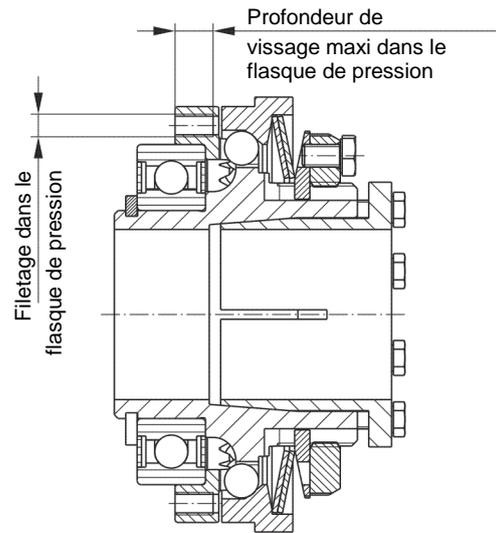

Fig. 3
Respecter la profondeur de vissage maximale dans le flasque de pression (2) ainsi que les cotes de montage « a » et « e » pour les éléments de transmission, voir fig. 3 ou 4 et tableau 14.